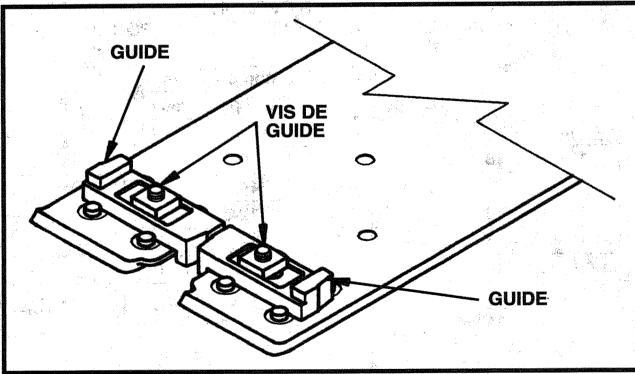

Fig. 1
1. Desserrer deux vis de guide, Fig. 1, à l'aide d'un tournevis.
7. Faire glisser les deux guides de lame, Fig. 1, vers la lame jusqu'à ce qu'ils viennent légèrement en contact avec les côtés de la lame, puis reculer les guides afin de produire le dégagement d'épaisseur de papier par côté.
5. Ajuster, au besoin, les guides de lame (B), Fig. 1, comme décrit dans la section POSE DES LAMES « À CROCHETS » PORTER-CABLE, Étapes 7 et 8.